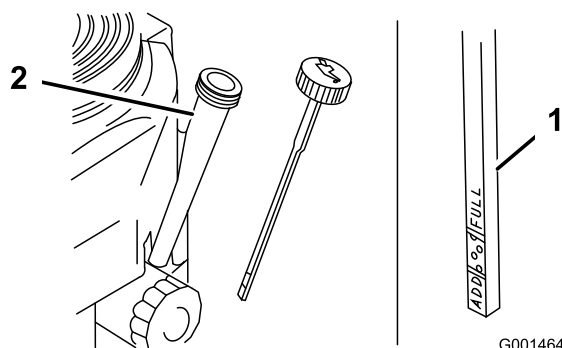

Figure 31
4. Nettoyez la surface autour de la jauge d'huile (Figure 31) pour éviter que des impuretés ne
5. Retirez la jauge d'huile et essuyez soigneusement son extrémité (Figure 31).
6. Remettez la jauge au fond du tube de remplissage, mais sans la visser (Figure 31).
9. Versez avec précaution environ 80% de la quantité d'huile spécifiée dans le goulot de remplissage (Figure 31)